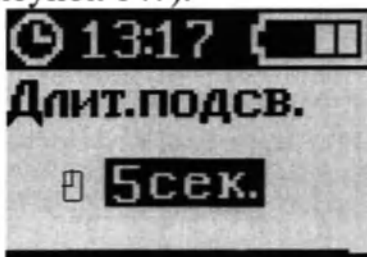

Рисунок 147 – Экран «ДЛИТ.ПОДСВ.»
5. Нажать кнопку «ОК» (рисунок 147).